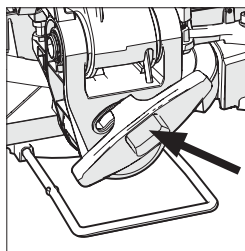

Fig. 22
- Desserrez la vis de blocage de biseau. (Fig. 22)